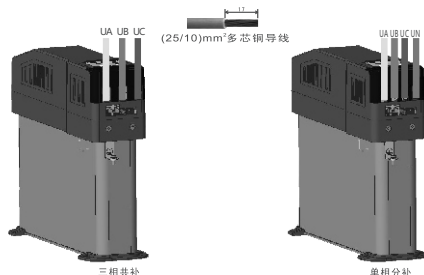

图5 电源线制作
6.5.1 电源线制作如图5所示，接电源线必须拧紧螺丝，用力试拉电源线，证明十分牢固方可，否则将造成该处过度发热，损坏产品。